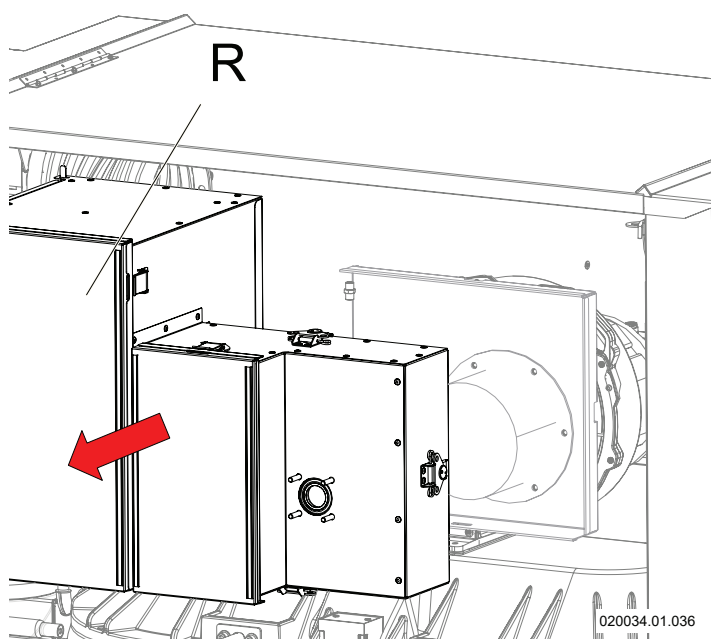

Figura 8-11 - Rimozione gruppo aspirazione aria
8. - Ora rimuovere tutto il gruppo aspirazione aria (particolare "R" di Figura 8-11);